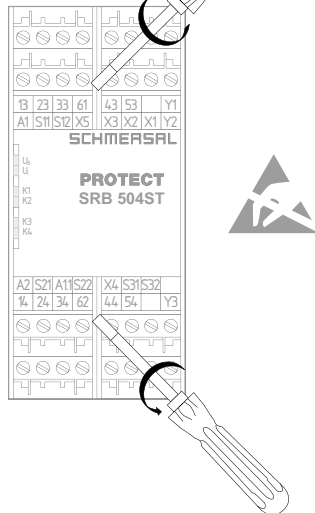

Fig. 2
### Ouverture de la face avant (Fig. 2)
- Le bouton S1 se trouve sous la face avant du module de sécurité (voir Fig. 2 et 3).